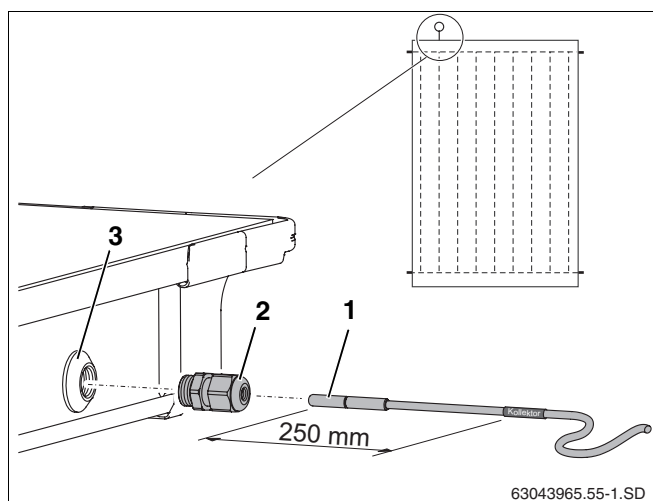

Fig. 51 Inserimento della sonda del collettore nel collettore
Per una perfetta efficienza dell'impianto solare è necessario infilare completamente la sonda del collettore (fig. 51, **pos. 1**) nel tubo della sonda fino all'arresto (ovvero per ca. 250 mm).
- Perforare lo stato isolante del passante della sonda del collettore (fig. 51, **pos. 3**) con la sonda stessa o con un cacciavite.
- Avvitare il giunto a bocchettone (fig. 51, **pos. 2**) nel passante della sonda.
- Serrare a fondo il giunto a bocchettone (fig. 51, **pos. 2**); se necessario, utilizzare un controdado.
Se per errore è stato perforato il passante della sonda (fig. 51, **pos. 3**) di un collettore sbagliato, tale passante dovrà essere chiuso con il tappo del kit di allacciamento. Prima però è necessario rimuovere il dado situato dentro il passante della sonda con l'ausilio del giunto a bocchettone (fig. 51, **pos. 2**).